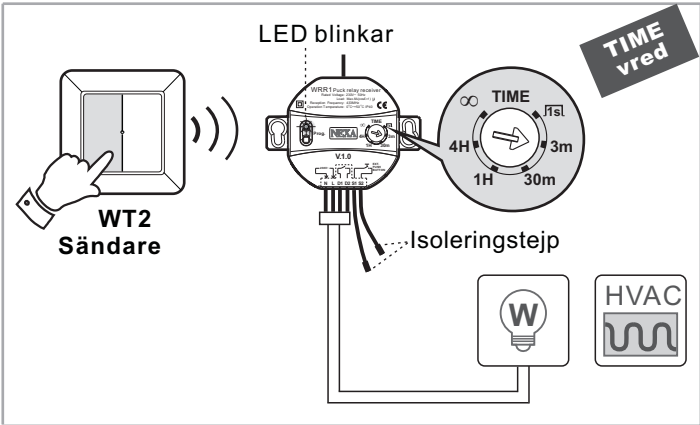

fig.14-a
5.3.3 Med TIME-vredet ställt på (3m / 30m / 1H / 4H / ∞), kommer WRR1 att slå AV när den får AV-signal från länkad sändare eller genom tryck på ansluten vippströmställare (se fig.14-a & fig.14-b).